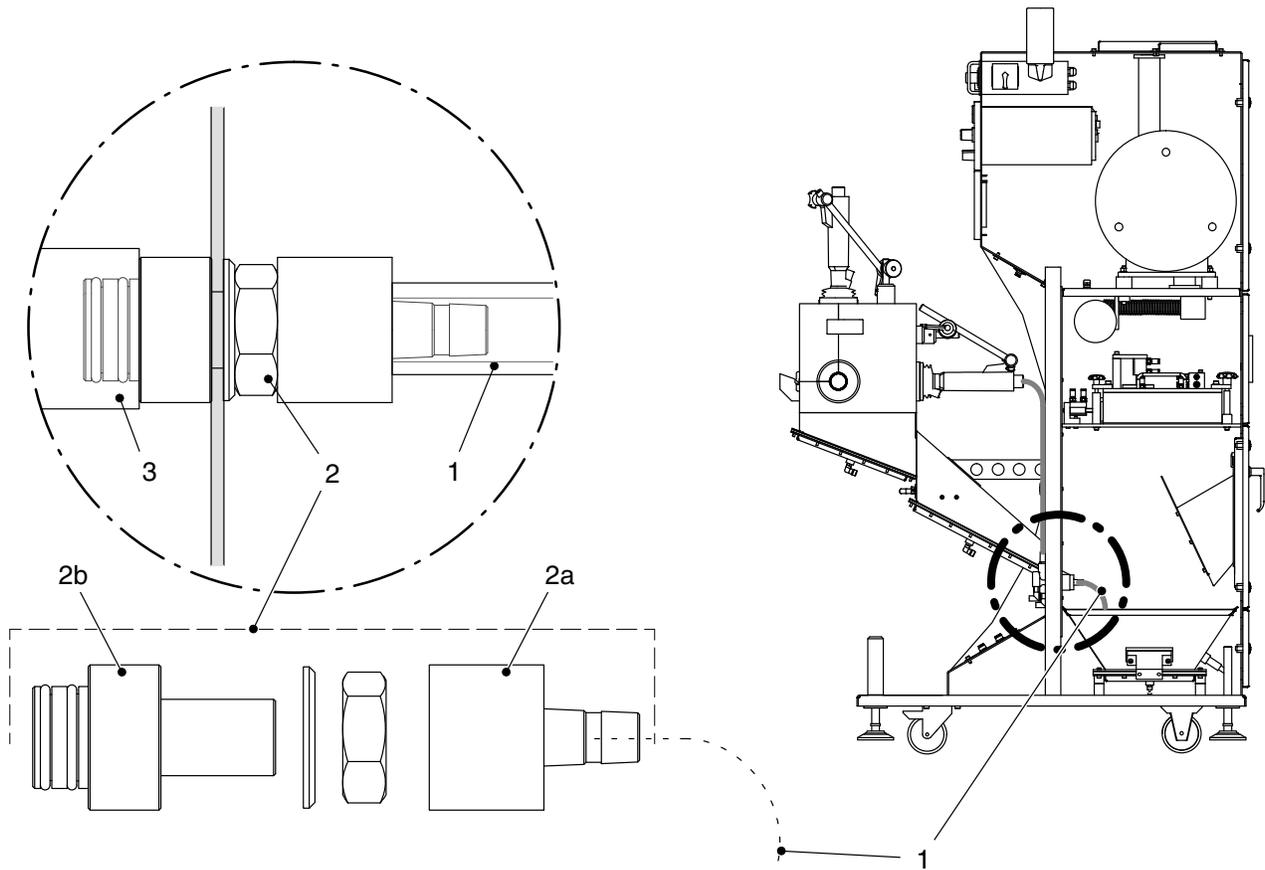

Fig. 3-24 Montage de l'adaptateur de pompe en aluminium
- d. Fixer l'adaptateur (2b, fig. 3-24) sur la paroi de l'équipement à l'aide de la rondelle et de l'écrou depuis l'intérieur de l'équipement. Visser les deux adaptateurs l'un à l'autre.
- e. Emmancher le tuyau d'aspiration (1, fig. 3-24) sur l'adaptateur (2a).
- f. Glisser la pompe (3) sur l'adaptateur depuis l'extérieur avec un léger mouvement de rotation.